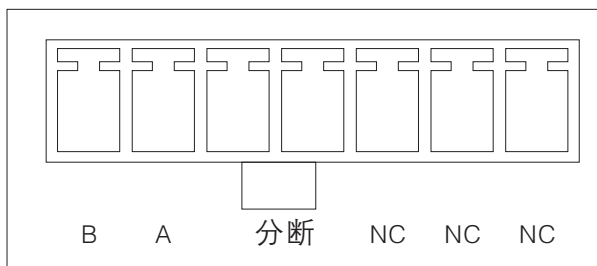

图28
- 3.5-7外部接线端：1、2脚为RS485通信接口；3、4脚为外部分断，5、6、7脚为空。（如图28所示）